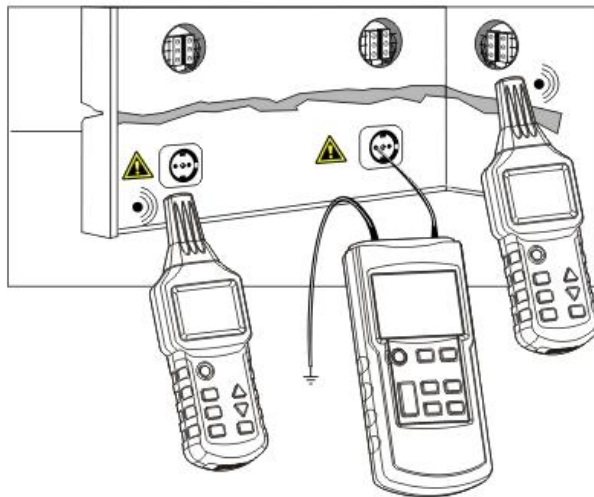

图 3-1-2
- ✓ 将发射机如图 3-1-2 所示和相线及保护接地线相连。